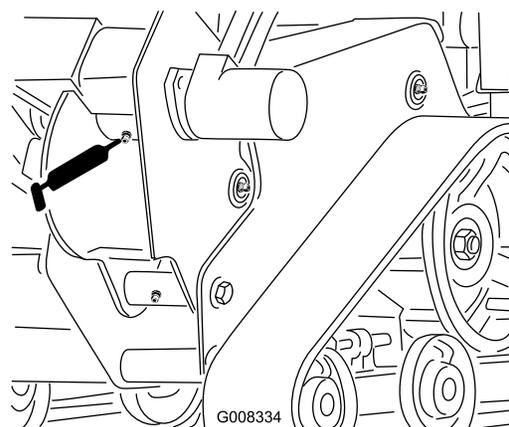

Рисунок 31
2. Ветошью очистите масленку на корпусе траншеекопателя и подсоедините к ней смазочный шприц (Рисунок 31).